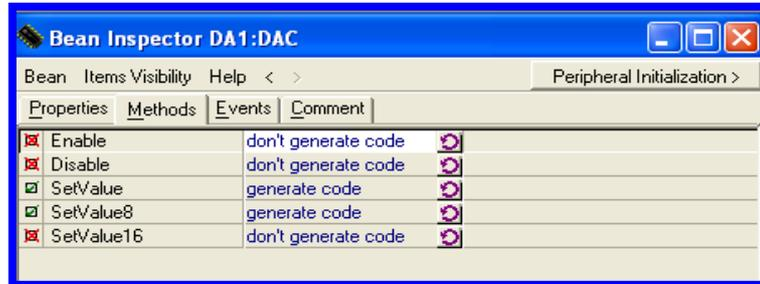

Figura 4.65 Habilitación de funciones del DAC.
7.- Una parte importante para considerar es dar de alta la función que nos permita una conversión utilizando 8 bits. Este con figuración se puede realizar en la ventana siguiente (Figura 4.65) en el icono Methods.